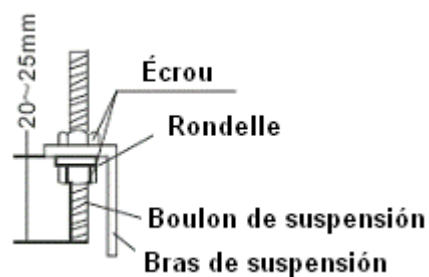

Fig. 1-11
2. Placer le bras de suspension dans le boulon de suspension. (Cf. Fig. 1-11)